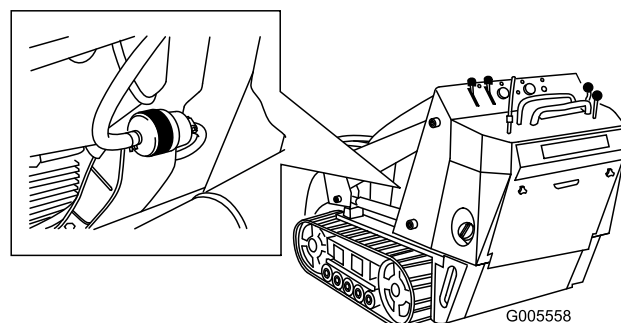

Figura 34
4. Bloquee los tubos de combustible en ambos lados del filtro de combustible (Figura 34).
5. Apriete los extremos de las abrazaderas y deslícelas por el tubo alejándolas del filtro (Figura 34).